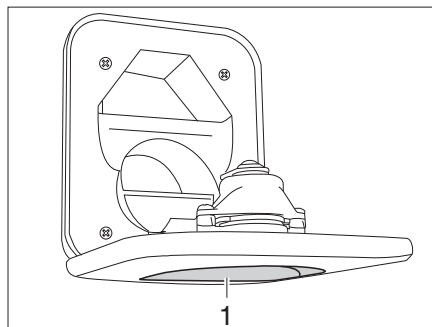

Fig. 279 Bec de remplissage d'eau fraîche pour les toilettes
- Ouvrir le bec de remplissage d'eau fraîche pour les toilettes (Fig. 279,1) au-dessus du portillon pour le réservoir pour matières fécales et le faire pivoter vers le bas.